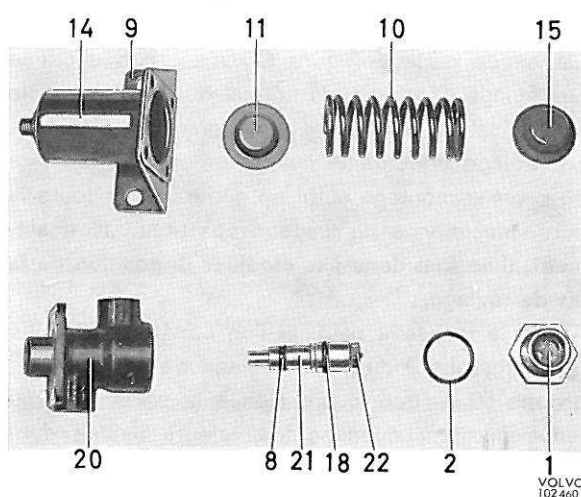

Figure 64. Limiteur-répartiteur de freinage désassemblé
- Enlever la vis de fermeture (1) et extraire le piston au complet, voir figure 64.